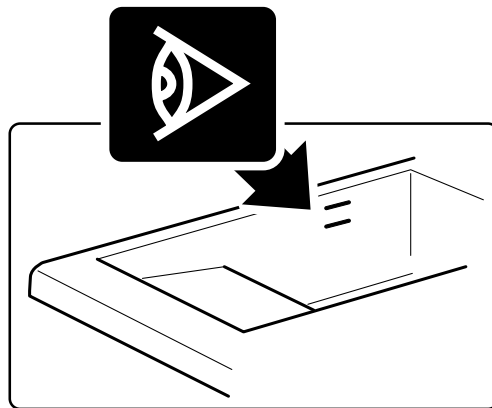

Abb. 5 Höchst- / Mindestfüllstand im Becken
- Stets kontrollieren, dass sich der Ölstand zwischen dem von den Reliefformierungen im Innenbereich der Wanne angegebenen |b|Mindest-|b| und dem |b|Maximalfüllstand|b| hält, siehe *Abb. 5 Höchst- / Mindestfüllstand im Becken*).
Es ist strikt verboten das Gerät im Fall eines Ölmangels in der Frittierwanne einzuschalten. Stets kontrollieren, dass sich der Ölstand zwischen dem von den Reliefmarkierungen im Innenbereich der Wanne angegebenen Mindest -und dem Maximalfüllstand hält (Siehe Abb. 5 Höchst- / Mindestfüllstand im Becken).